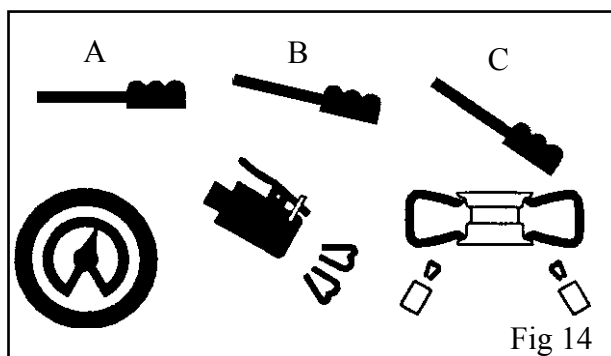

Fig 14
- Rilasciare il pneumatico e sollevare leggermente il piede in modo da riportare il pedale in pos. B (fig. 14). Continuare il gonfiaggio sempre a brevi getti d'aria leggendo negli intervalli la pressione indicata sul manometro.